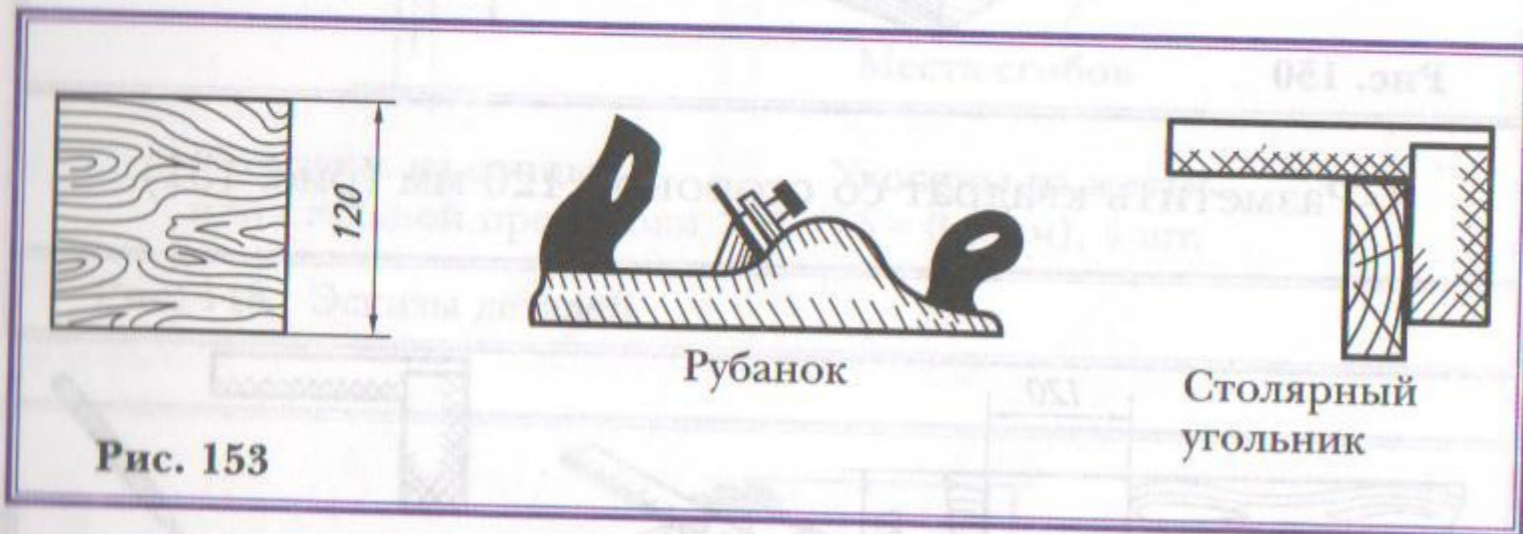

Рис. 153
4. Отстрогать заготовку. Работать спокойно. Контролировать работу (рис. 153).